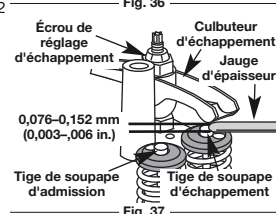

Fig. 37
8. Glissez la jauge d'épaisseur entre le culbuteur et le ressort de rappel de la soupape. Mesurez le jeu entre la tige de soupape et le culbuteur (Fig. 37). Faites-le pour les soupapes d'admission et d'échappement.
- a. Tournez l'écrou de réglage à l'aide d'une clé de 8 mm (5/16 po) ou d'un tournevis à embout hexagonal (Fig. 37).